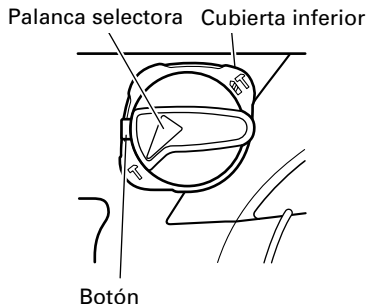

Fig. 8
- (1) Cambio a “martilleo”
- (b) Alinee la marca ▲ de la palanca selectora y **T** del sujetador de palanca, tal como se muestra en la Fig. 8.